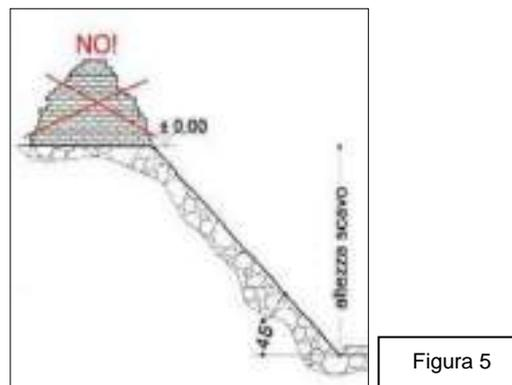

Figura 5
- È vietato depositare materiale in prossimità dei ciglio dello scavo (Figura 5);